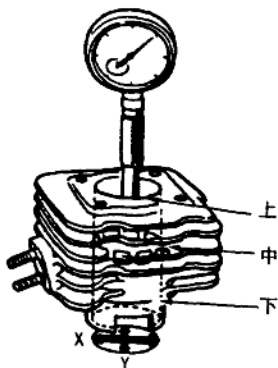

图 1-7 测量气缸内径
(6) 气缸磨损的检测方法: 气缸磨损通常用内径百分表进行测定, 测定部位应按图 1-7 所示的要求, 在活塞销方向(X-X 方向)及其垂直方向(X-Y 方向), 选上、中、下三段的六个点各测量一次气缸内径(注意测量时应避开扫、排气口), 将其中最大值作为气缸内径值。若气缸内径值大于使用极限值, 则说明气缸磨损严重, 应镗缸修理或更换气缸体。
(7) 气缸镗缸修理的方法及步骤
① 气缸镗缸尺寸一般分为三至六级, 它是在气缸内径标准尺寸的基础上, 每加大 0.25mm 为一级。即第一级加大 0.25mm, 第二级加大 0.50mm, 第三级加大 0.75mm, 以此类推。
② 用内径百分表测量出气缸磨损后的最大内径, 再加上加工余量 0.1~0.15mm (该数值的选择应取决于设备情况和技术条件), 然后选取与此数值相应的一级的镗缸尺寸, 即: